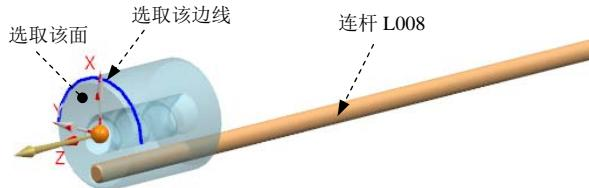

图 10.7.18 定义滑动副（二）
(1) 定义运动副类型。在“运动副”对话框【**定义**】选项卡的**类型**下拉列表中选择**滑动副**选项。
(2) 选择连杆。选取图 10.7.18 所示的连杆 L008。
(3) 定义原点及矢量。在“运动副”对话框的**指定原点**下拉列表中选取“圆弧中心”**○**选项，在模型中选取图 10.7.18 所示的圆弧为定位原点参照；选取图 10.7.18 所示的面作为矢量参考面，方向如图 10.7.18 所示。